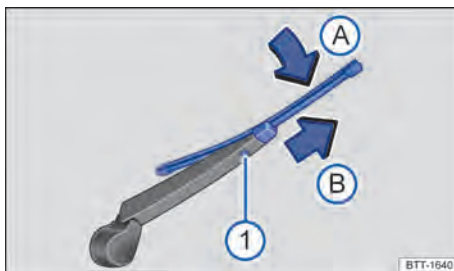

Fig. 213 Cambiar la escobilla limpiacristales de la luneta.
- Mantenga pulsada la tecla de desbloqueo → fig. 213 ①.
- Doble la escobilla en dirección al brazo del limpiacristales → fig. 213 (flecha A) y retírela al mismo tiempo en el sentido de la flecha B. Es probable que tenga que emplear bastante fuerza.
- Inserte una escobilla nueva de la **misma longitud y tipo** en el brazo del limpiacristales en el sentido contrario al de la flecha hasta que encastre → fig. 213 (flecha B). Para ello, la escobilla deberá estar doblada → fig. 213 (flecha A).